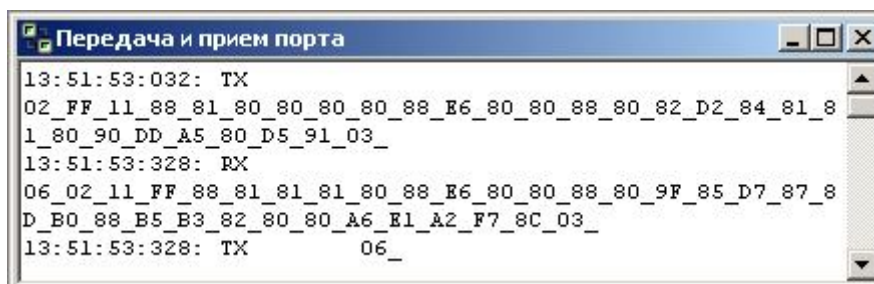

Рисунок 36 - Окно «Передача и прием порта».
- Журнал приема/передачи (см. рисунок 36)